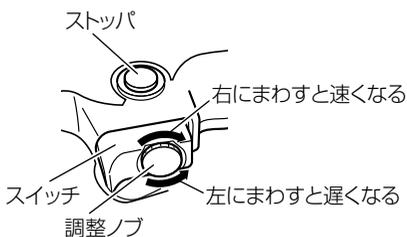

図 6-2
- (2) お望みのストローク数を保って作業を行いたいときには、スイッチに付いた調整ノブを回してストローク数を合わせる事ができます。(図 6-2)